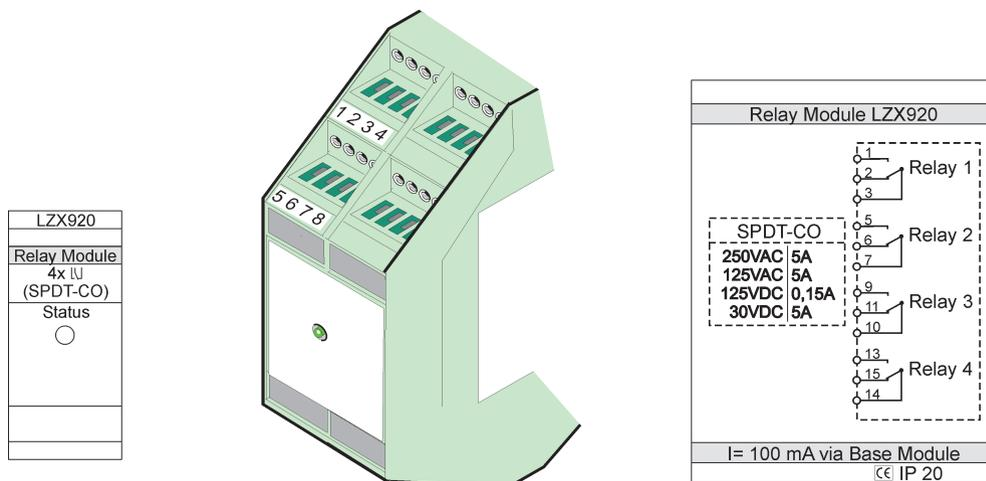

Figure 77 Module de relais externe
3. Effectuer les connexions appropriées tel que présentées dans Figure 77 et Tableau 50.